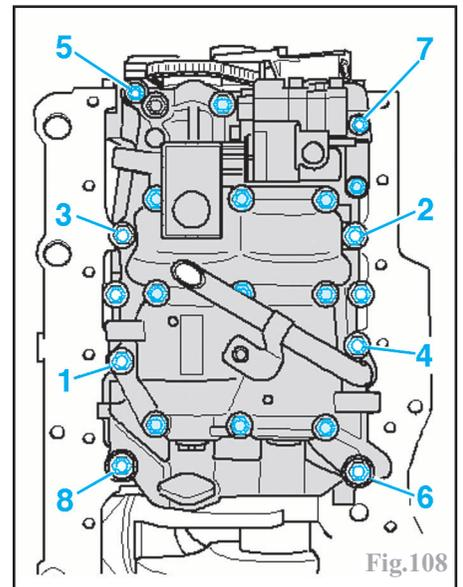

Fig.108
Dévisser les vis dans l'ordre décroissant en commençant par la (8) et retirer le module d'arbres d'équilibrage avec la pompe à huile (Fig.108).
Visser les vis en les serrant d'abord à la main dans l'ordre croissant en commençant par la vis (1) (Fig.108).